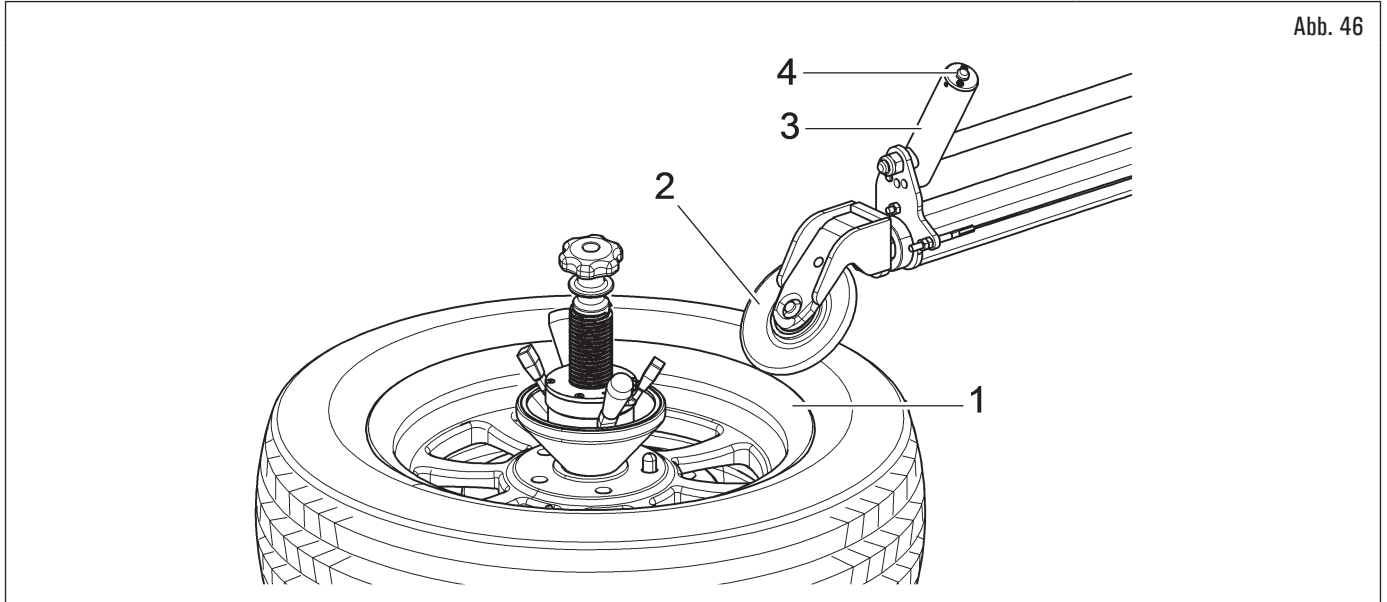

Abb. 46
1. Nachdem Sie das Rad blockiert haben, bringen Sie die obere Abdrückrolle (Abb. 46 Pkt. 2) näher an den Felgenreand (Abb. 46 Pkt. 1);
2. die Abdrückrolle auf den Durchmesser der Felge richtig positionieren, durch den Griff (Abb. 46 Pkt. 3), nachdem den Arme durch den Knopf (Abb. 46 Pkt. 4) auf dem Griff demselben freigegeben wird;